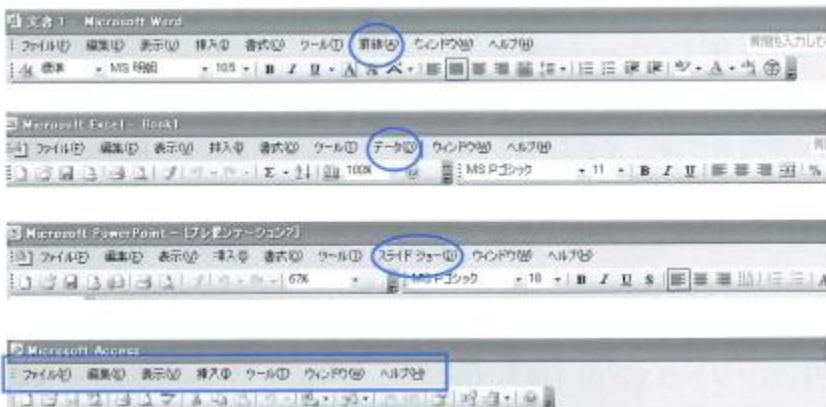

図 4-35 メニューは、ほとんど同じなのに……
図 4-35 に前述の (1) ~ (4) のソフトウェアのメニューを示しました。「ファイル (F)」、「編集 (E)」、「表示 (V)」、「挿入 (I)」、「書式 (O)」、「ツール (T)」、「ウィンドウ (W)」、「ヘルプ (H)」と 1 ヶ所を除いてすべて同じメニューですね。ソフトウェアが違ってメニューがほとんど同じということは、どこに違いがあるのでしょうか。